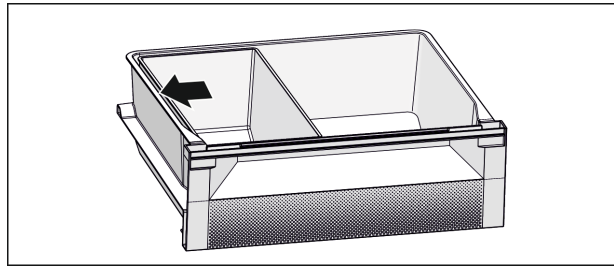

Fig. 7
- ▶ Dla optymalnej funkcji chłodzenia: Przegroda Fish & Seafood wypozyjonować zgodnie z ilustracją (patrz Fig. 7).